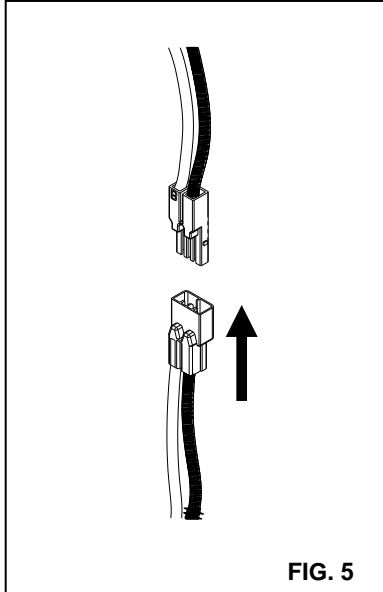

FIG. 5
3. Enchufe el CONECTOR HEMBRA del ADAPTADOR DECORATIVO al CONECTOR MACHO de la UNIDAD DEL ADAPTADOR DEL PORTALÁMPARAS. **(FIG. 5)**